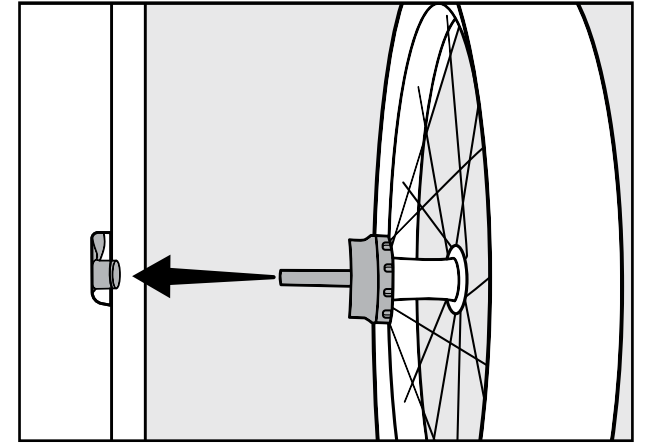

Abbildung 12
2. Radachse in Achshalterung einführen, dann den Knopf loslassen (Abbildung 12). Fest am Rad ziehen, um zu kontrollieren, dass die Achse ganz eingerastet ist.